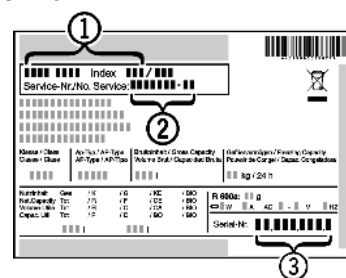

Fig. 21
- ▶ Z typového štítku vyčítajte označenie zariadenia *Fig. 21 (1)*, servisné č. *Fig. 21 (2)* a sériové č. *Fig. 21 (3)*. Typový štítok je na ľavej vnútornej strane zariadenia.